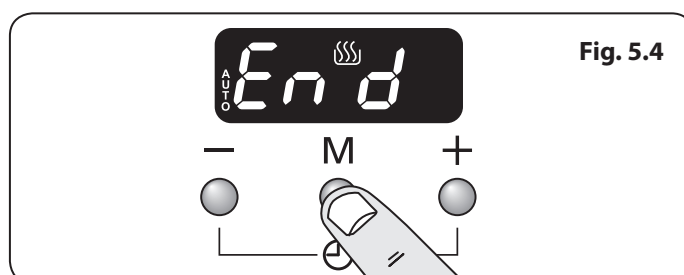

Fig. 5.4
1. Appuyer sur le bouton mode [M] 3 fois, jusqu'à ce que l'écran clignote (Fin) (Fig. 5.4).